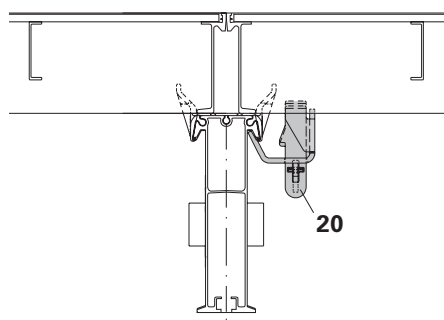
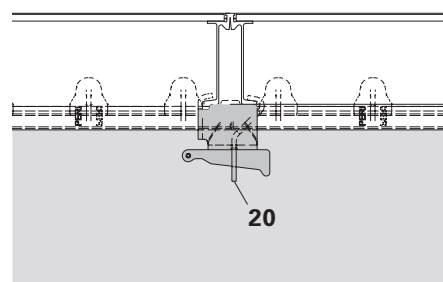

Fig. A4.20
Fig. A4.22
Per chiudere ermeticamente i giunti tra gli elementi, es. per testate fermagetto, accostare gli elementi in modo da garantirne la tenuta stagna, quindi fissare gli elementi sull'ultima trave tramite morsa con cuneo SPKK (20). (Fig. A4.20 – Fig. A4.22)